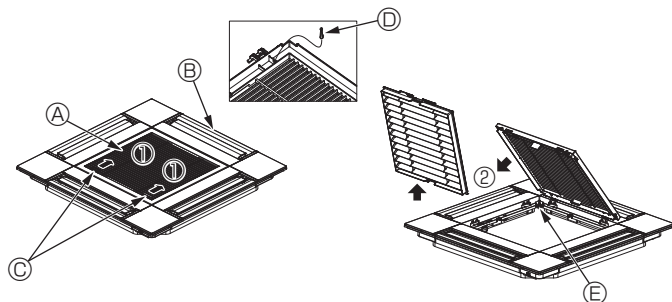

Fig. 10-3
10.2.1. Dépose de la grille d'admission (Fig. 10-3)
- Pour ouvrir la grille d'admission, faites glisser les leviers dans le sens indiqué par la flèche ①.
- Lorsque la grille se trouve en position "ouverte", retirez la charnière de la grille d'admission dans le sens indiqué par la flèche ②.